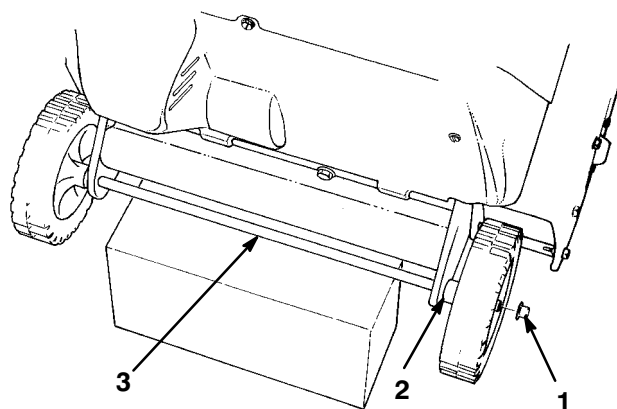

Figure 2
1. Placer une cale en bois sous l'essieu pour le soutenir (Fig. 2).
2. Monter une entretoise et une roue sur l'essieu, en veillant à tourner le côté à six rayons de la roue vers le centre de l'essieu. Glisser un écrou à pousser sur l'extrémité de l'essieu (Fig. 2).